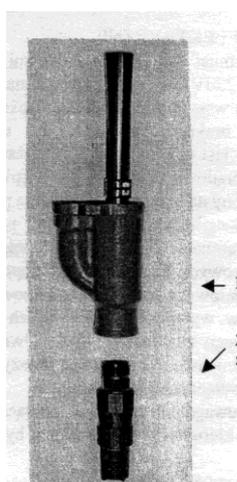

Рис. 2
- на конце инжектора установить обратный клапан с фильтрующим сетчатым наконечником, см. рисунок 2, а на трубе 1" (25мм), подающей воду к инжектору, рекомендуется установить второй обратный клапан;
В комплект гидрофорного агрегата входит только инжектор (см. рис.2 поз.1). Комплектация гидрофорного агрегата всасывающими трубами а инжектора обратным клапаном с приёмной сеткой заводом-изготовителем не предусмотрена.